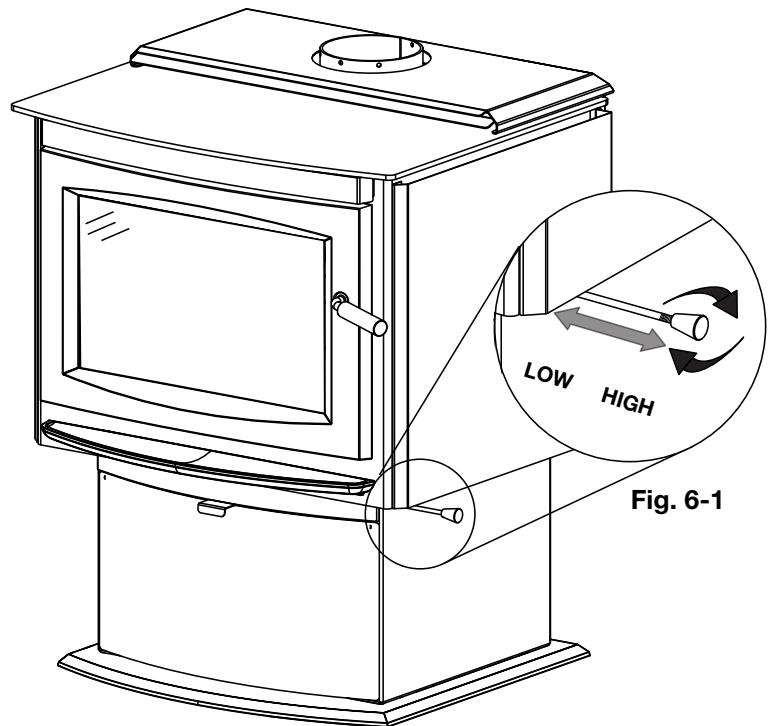

Fig. 6-1
Avant de régler le contrôle d'air, installez le bouton (fourni) en le vissant sur l'extrémité de la tige de contrôle d'air (Fig. 6-1).
**Le fait d'enfoncer complètement le contrôle d'air réduit la température.** Le tirant d'eau peut être ajusté de bas en haut en déplaçant la poignée vers l'intérieur et l'extérieur (Fig. 6-1).